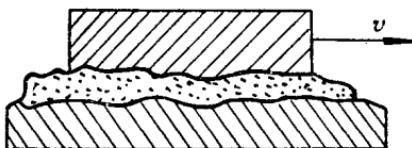

图 2-7 流体摩擦
**2. 流体摩擦**（即流体润滑）两个运动着的物体表面被一层润滑剂完全隔开时，所产生的摩擦，叫流体摩擦（见图 2-7）。流体摩擦发生在润滑剂膜内，两个运动着的物体表面并不直接接触，因此接触面磨损轻，消耗动力小，是一种理想的摩擦状态。